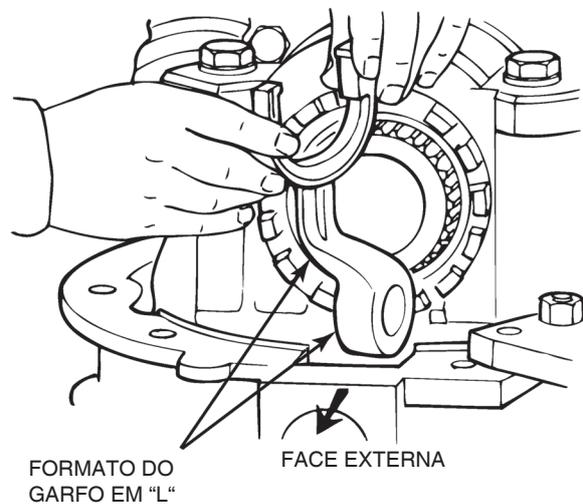

Figura 6.16
1. Instale o garfo do anel de travamento no eixo de acionamento no conjunto do diferencial. A seção em forma de "L" do garfo e o furo para o eixo de acionamento deverão estar voltados para o lado do alojamento do cilindro na caixa do diferencial. Figura 6.16.